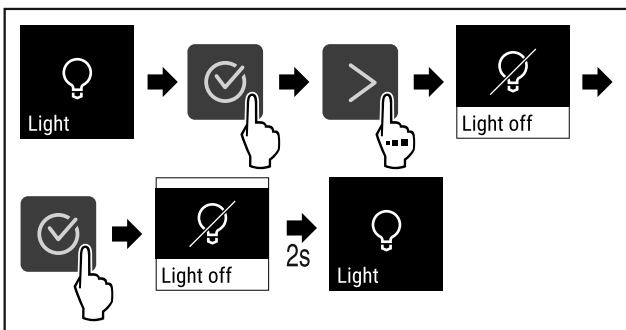

Fig. 85
- ▶ Kryeni hapat e veprimit (shihni Fig. 85) .